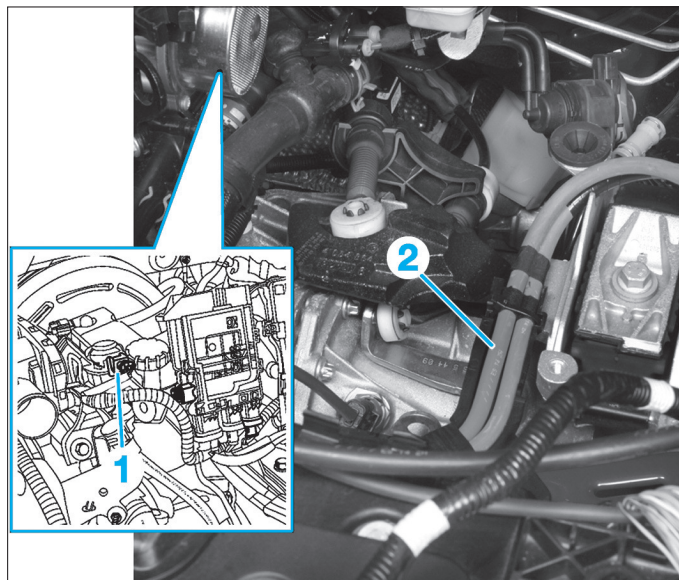

FIG. 4
- Débrancher le connecteur (1) de l'électrovanne de régulation de pression de suralimentation et l'écarter (Fig.4).
- Dégrafer puis écarter la goulotte (2) du câblage batterie.